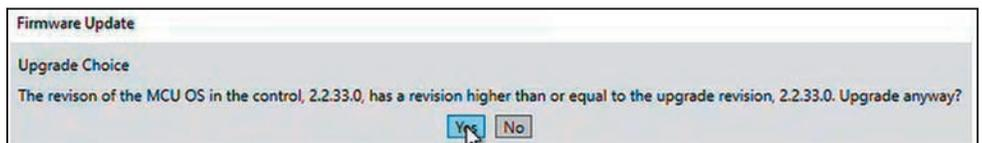

Figura 30. La ventana de diálogo de revisión del SO MCU.
PASO 9. Cuando alguno de los componentes de software instalados en el control tenga el mismo número de versión o uno superior al de las versiones que se están descargando, se abrirá un mensaje similar al que se muestra en la ventana de diálogo Upgrade Choice (Elección de Actualización). S&C recomienda hacer clic en el botón **Yes (Si)** a menos que un representante de S&C indique lo contrario. Ver Figura 30.